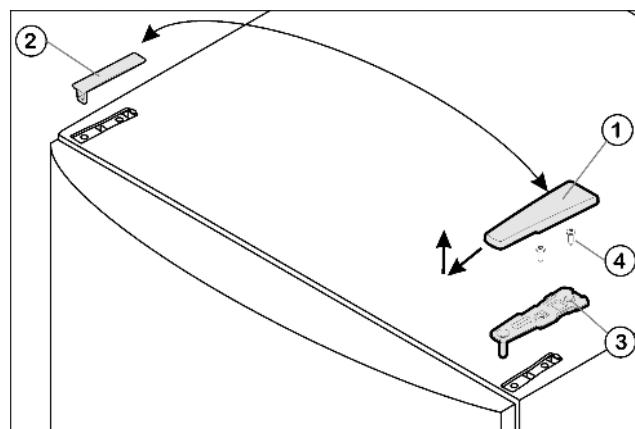

Fig. 4
- Потяните крышку Fig. 4 (1) вперед и вверх.
- Снимите крышку Fig. 4 (2).
- Открутите верхний опорный кронштейн Fig. 4 (3)(2 шт. Torx® 25) Fig. 4 (4) и вытяните вверх.
- Установите верхний опорный кронштейн Fig. 4 (3) на новой стороне шарнира и защелкните в дверце.
- Привинтите верхний опорный кронштейн (**с моментом 4 Нм**) (2 шт. Torx® 25) Fig. 4 (4). При необходимости проделайте отверстия или используйте аккумуляторную отвертку.
- Наденьте и защелкните крышку Fig. 4 (1) и крышку Fig. 4 (2) на противоположной стороне снаружи.